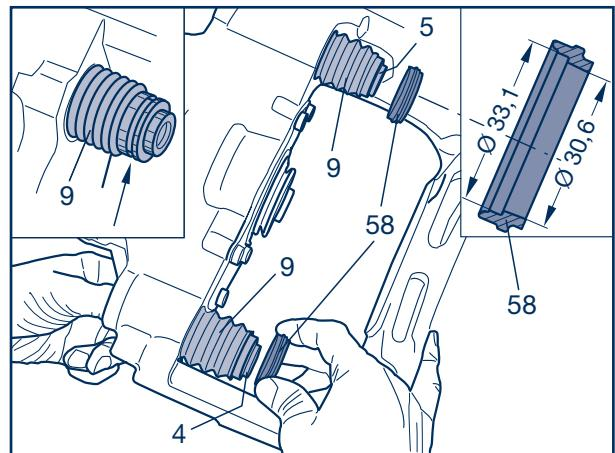

Fig. 7
- [10] Faltenbalg (9) in die Nut (Fig. 7, Pfeil) einsetzen. Durch Aufschieben der Ringe (58), die Faltenbälge (9) in den Nuten der Führungsbuchsen sichern.
- [11] Bremssattel (1) auf den Bremssattelträger (2) setzen.
Bei der Montage des Bremssattels auf richtigen Sitz der inneren Faltenbälge (Fig. 7/9) und der Ringe (Fig. 7/58) auf den Führungsbuchsen achten.
- [10] Insert the bellows (9) into the groove (Fig. 7, arrow). Secure the bellows (9) into the grooves in the guide bushes by pushing on the rings (58).
- [11] Place the brake caliper (1) on the brake caliper carrier (2).
- [12] Screw in new cylinder cap screws (39) and (40) and tighten to
When installing the brake caliper, make sure the inner bellows (Fig. 7/9) and the rings (Fig. 7/58) are correctly seated on the guide bushes.
- [10] Insérer le soufflet (9) dans la rainure (fig. 7, flèche). En faisant glisser les bagues (58), fixer les soufflets (9) dans les rainures des douilles de guidage.
- [11] Placer l'étrier de frein (1) sur le support d'étrier (2).
- [12] Installer de nouvelles vis de cylindre (39) et (40) et les visser selon